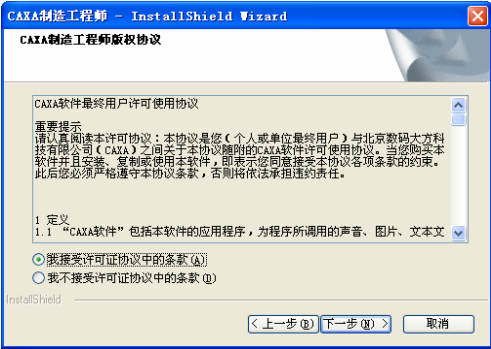

图 5-6 “CAXA 制造工程师版权协议”界面
3) 单击 **下一步(N) >** 按钮，弹出“CAXA 制造工程师版权协议”界面，选择“我接受许可证协议中的条款”单选框，如图 5-6 所示。